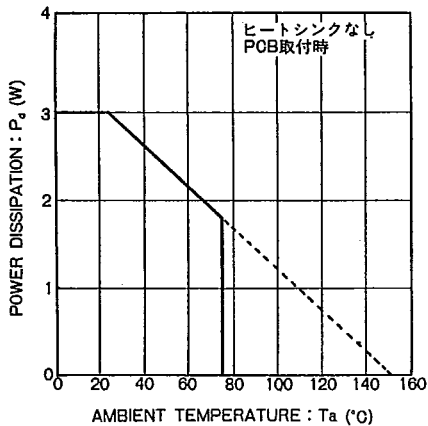

Fig. 3 熱軽減率曲線
6. 直流負荷抵抗 R_S は Fig. 3 の熱軽減率曲線を参照し、許容損失 P_d を越えないように設定してください。許容損失を越えるような使い方をすると、回路が正常に動作しないことがあるので注意してください。